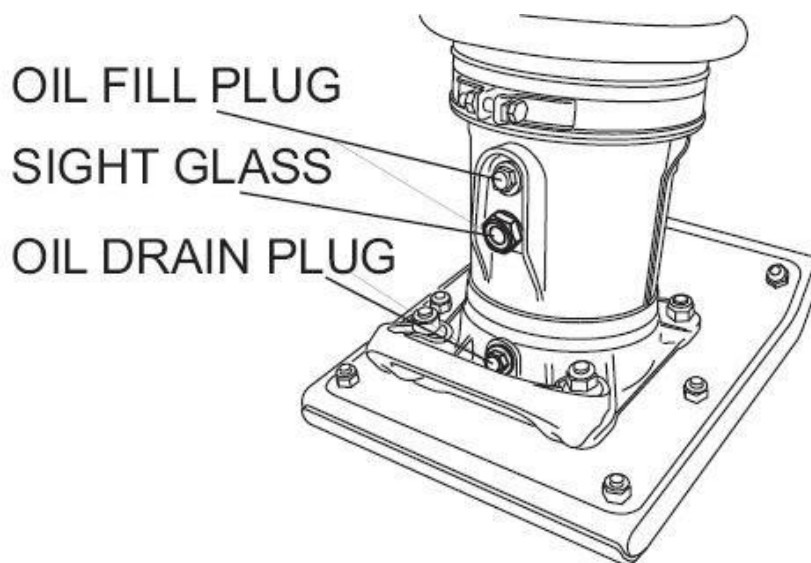

Fig 2
2. Si no se ve aceite, añada aceite de motor 10W-30 por el tapón de llenado (Fig. 2). El depósito contiene aproximadamente 800 cc (1,7 pintas).